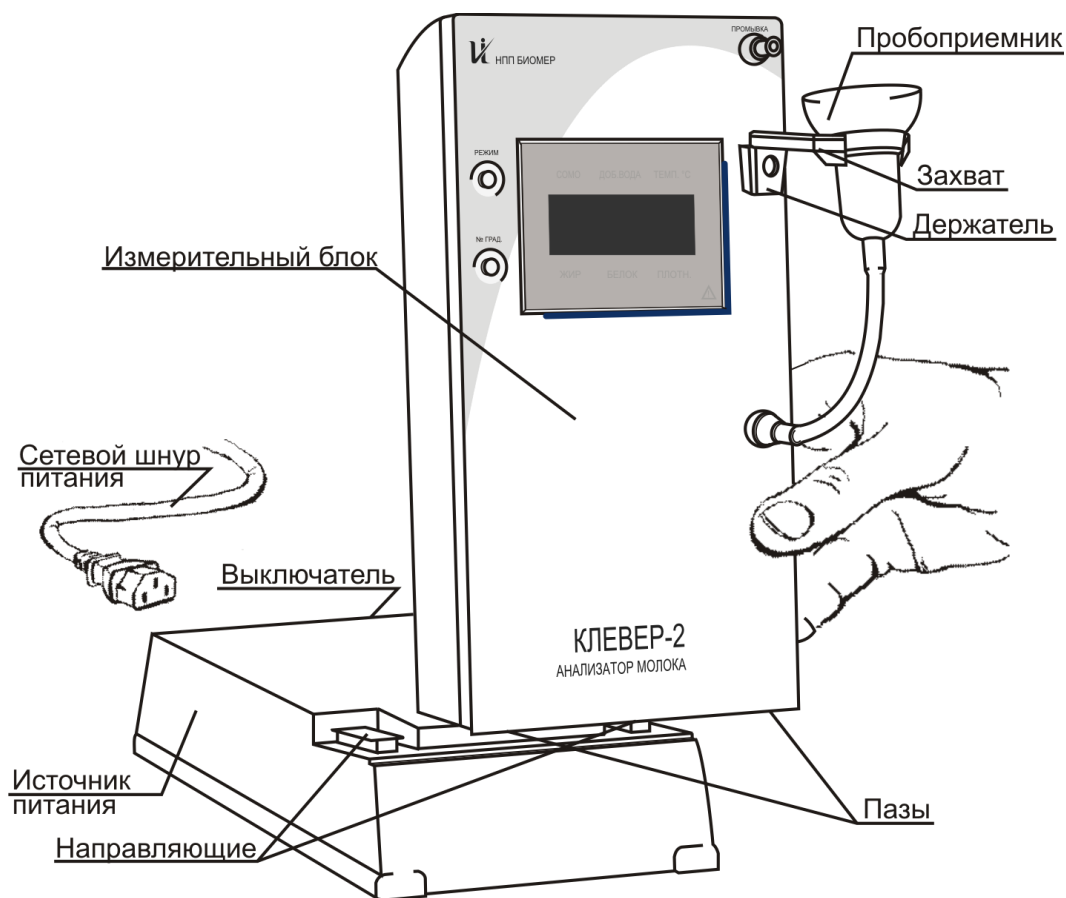

Рисунок 2.1 – Сборка прибора
2.2.3 Приведите анализатор в рабочее положение (рисунок 2.1) для чего: